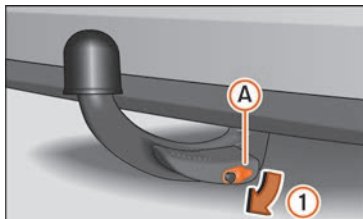

Abb. 257 Anhängerkupplung ausbauen
- Nehmen Sie die Abdeckung (A) vom Schloss (1) » » » Abb. 257.
- Stecken Sie den Schlüssel (B) in das Schloss ein (2) » » » Abb. 257.
- Drehen Sie den Schlüssel nur eine halbe Umdrehung nach links (3), bis sich das Loch des Schlüssels oben befindet » » » Abb. 257.